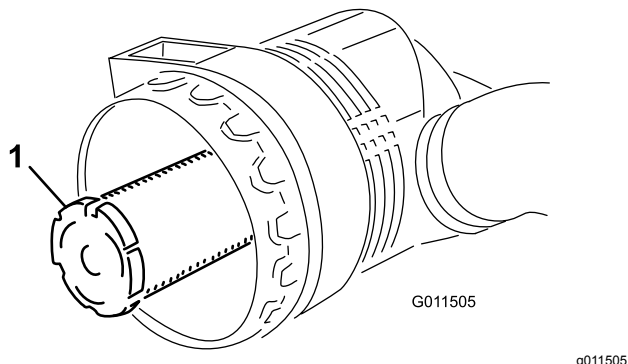

Figure 75
**Important: N'essayez jamais de nettoyer l'élément de sécurité (Figure 75). Remplacez-le une fois sur trois, quand vous effectuez l'entretien du préfiltre.**